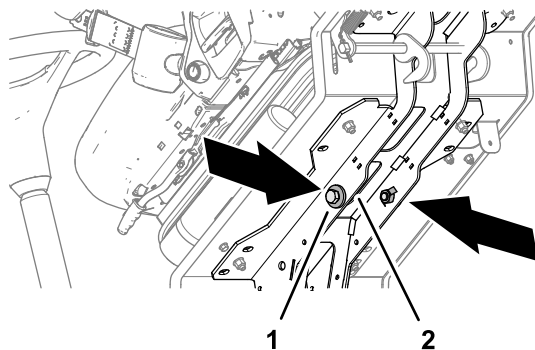

Bild 39
6. Verstauen Sie die 2 Bolzen, 12 x 40 mm und 2 Beilagscheiben 12 mm in den Stützschielen der Plattform (**Bild 39**).